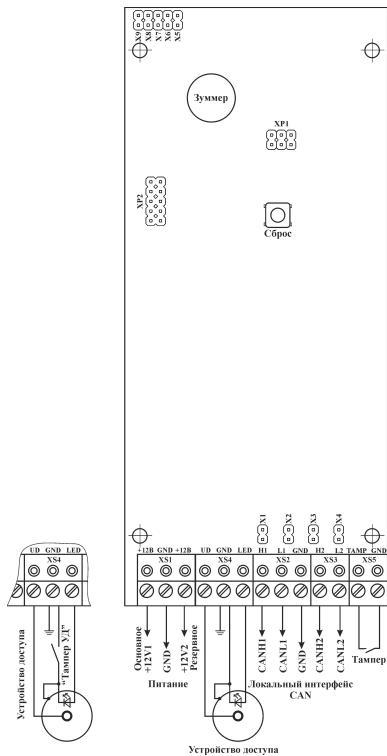

Рисунок 2 - Внешний вид платы управления МИ-128У и схема подключений
На плате управления МИ-128У (Рисунок 2) расположены клеммные колодки для подключения УД со светодиодом (XS4), шины CAN (XS2, XS3), тампера (XS5) и питания (XS1).
ВНИМАНИЕ! При подключении УД с тамперным контактом тампер и светодиод необходимо включить последовательно (Рисунок 2). Модуль будет выдавать тревожное сообщение как при обрыве или коротком замыкании светодиода, так и при размыкании (замыкании) контактов тампера.
Назначения выводов УД приведены в Таблице 10, схема подключения УД – Рисунок 2.
П р и м е ч а н и е – В исходном состоянии к модулю вместо УД подключен светодиод. Схема его подключения соответствует схеме подключения светодиода УД (см. Рисунок 2).
Все входные и выходные цепи подключаются к модулю в соответствии со схемой подключения (Рисунок 2) с помощью клеммных колодок, расположенных на плате управления МИ-128У.
- Подключите провода питания модуля к соответствующим клеммам (Рисунок 2).
- Подключите провода линии связи по интерфейсу CAN к соответствующим клеммам (Рисунок 2).
- Подключите провода от устройства доступа к соответствующим контактам на плате управления МИ-128У (Рисунок 2).
- Установите перемычки подключения оконечных резисторов – терминаторов интерфейса CAN (основного и/или резервного), установки адреса модуля по интерфейсу CAN (Рисунок 2 и Таблицы 7 и 8), установки режима отображения (шлейфов, зон) и диапазона номеров шлейфов (зон), отображаемых на передней панели.